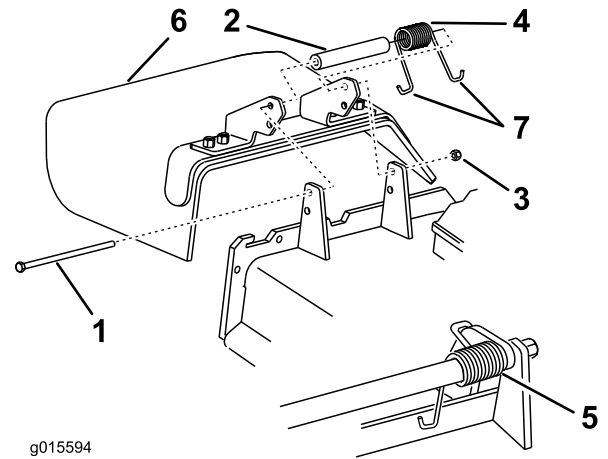

Figura 1
2. Retire el conducto de descarga lateral de la carcasa de corte (Figura 1).
1. Retire la contratuerca, el perno, el espaciador y el muelle que sujetan el conducto de descarga lateral a la carcasa de corte (Figura 1).